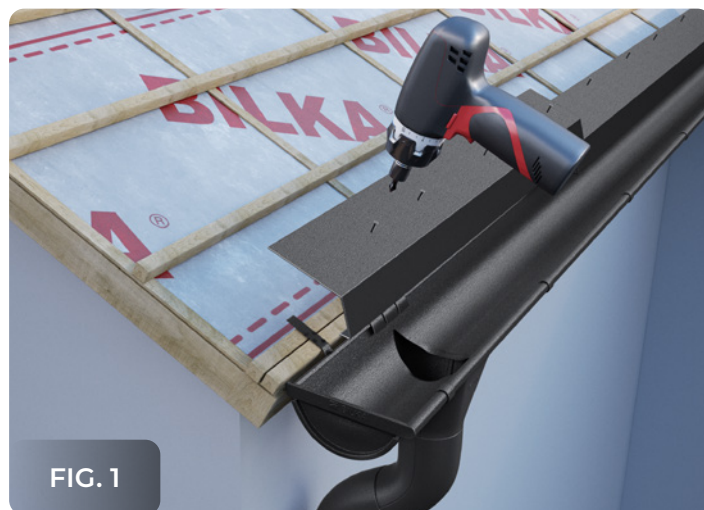

FIG. 1
• Bordura steașină se montează pe toată lungimea steașinii. Fixarea se face cu șuruburi autoforante cu cap plat, la o distanță de 250 - 300 mm unul de altul - fig. 1, 2.